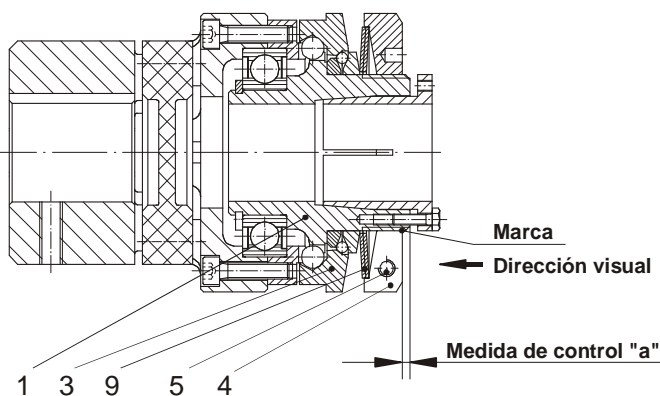
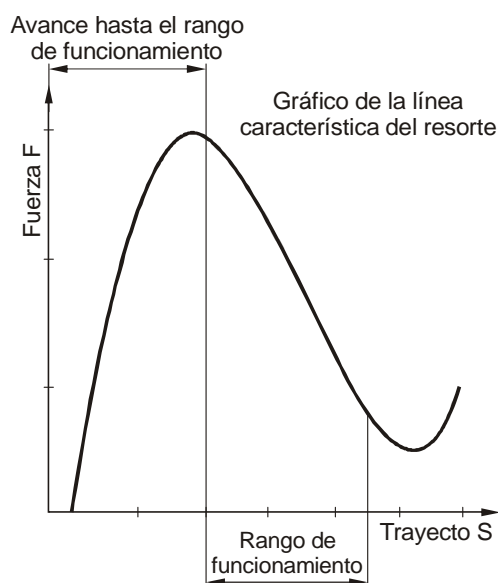

Figura 8
Figura 10
El ajuste se realiza girando la tuerca de reajuste (4). Los resortes de disco montados (9) se utilizan en el rango negativo de la línea característica (ver Figura 10), es decir, si se aprieta la tuerca de reajuste (4), se reduce la tensión del muelle o si se suelta la tuerca de reajuste (4) aumenta la tensión del muelle. Si el cliente no se desea un ajuste del par, el acoplamiento se **preajusta y marca** (calibra) por regla general de fábrica a aprox. al 70 % del par máximo.
Se puede realizar un control del "Inserto de resorte en el área de funcionamiento" (Figura 10) a través de la medida "a" (distancia de lado frontal de la tuerca de reajuste (4) hasta el borde del buje (1) (Figura 8)).
Un ajuste de la tuerca de reajuste (4) o el tensionado de los resortes de disco (9) fuera del rango de funcionamiento de la línea característica del resorte de disco (ver Figura 10) anulará la función del acoplamiento. La medida de control "a" puede presentar desviaciones debido a las tolerancias de construcción o al desgaste del acoplamiento.